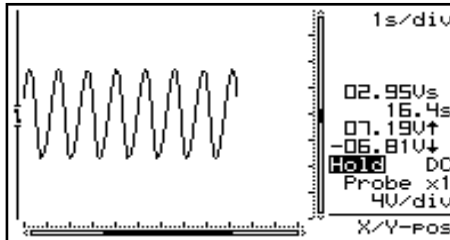

Fig 29
- Con una velocidad de base de tiempos inferior o igual a 1s/div, sólo se visualiza el valor instantáneo. 'Vs' (Fig. 29)